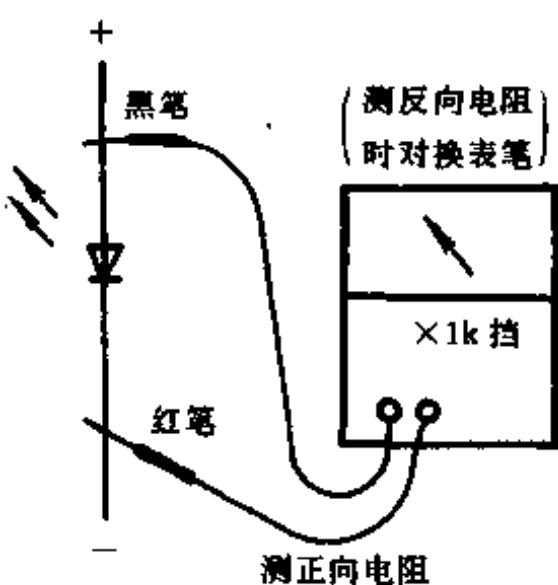

图 88
(1) 如图 88 测正负极，测得电阻小($20k\sim40k\Omega$)时，黑笔所接一端为正极；颠倒红黑表笔测其反向电阻应大于 $200k\Omega$ 。结合外形判断，长脚为正，短脚为负极；全塑封装的Φ3 及Φ5 圆形管侧面有一小平面，靠小平面一端为正，另一端为负。
(2) 好坏判别。测得反向电阻越大、漏电流越小，质量就越好。若正反向电阻均为 ∞ ，则管子已失效。
注意有的稳压管, 如 2DW7A~2DW7C, 由两个温度系数不同的稳压二极管“背靠背”组成, 有三根引线, 如图 88 所示, 适于在温度稳定性要求高的设备中使用。测时可分别测量其中一个, 也可将 1、2 脚当一个稳压管测量。通常用 1、2 脚, 当某一个二极管损坏时, 可使用 3 脚将另一个二极管利用起来作一般稳压二极管使用。判别这种管子的各脚方法如下。先任设某脚为公共脚并将黑笔接此脚, 再用红笔分别测另外两脚, 看这两次电阻是否较小(如几百欧)且大致相等, 如是则此公共脚为③。如不是, 则另设公共脚测, 直至两次电阻均较小且大致相等为止。测时用“ $\times 10$ ”挡或“ $\times 100$ ”挡、“ $\times 1k$ ”挡均可。然后用本问的方法测单个稳压二极管, 分别对这两个“背靠背”的稳压二极管测量即可。